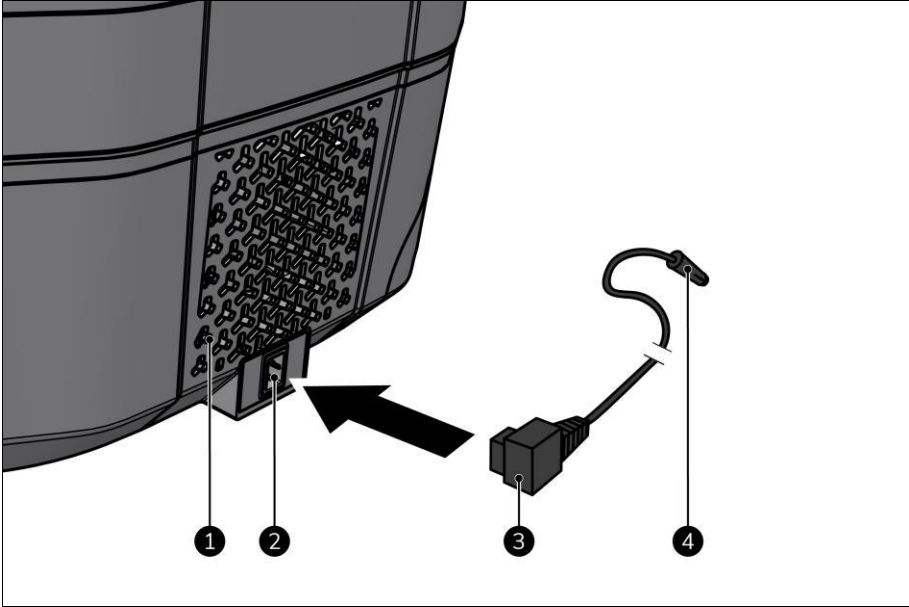

Abbildung 6
2. Stellen Sie sicher, dass alle drei Lüftungsgitter (Abbildung 6, Pos. 1) mindestens 5 cm Freiraum haben.
3. Stecken Sie den Netzstecker (Abbildung 6, Pos. 3) in das Netzteil des Geräts (Abbildung 6, Pos. 2).
4. Stecken Sie den Hilfsnetzstecker (Abbildung 6, Pos. 4) in ein leicht zugängliches 12-V- oder 24-V-Hilfsnetzteil in einem Fahrzeug oder Wasserfahrzeug.